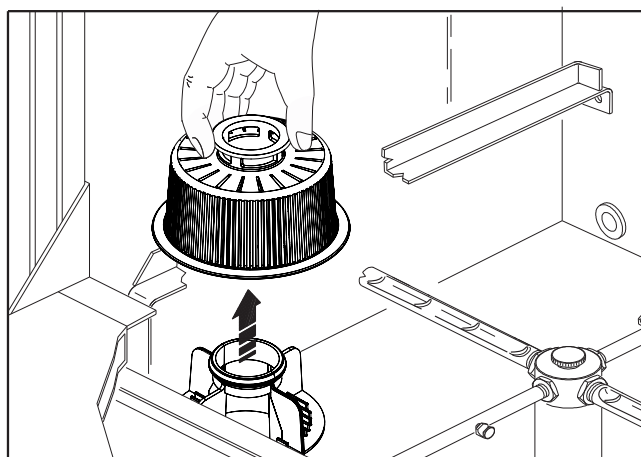

Fig. 17
2. retirar e limpar o filtro bomba de lavagem (fig.17) e filtros da cuba, se presentes